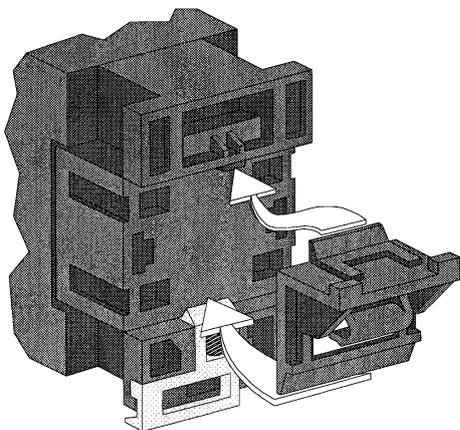

Figure 14 Montage de l'adaptateur pour rail asymétrique sur contacteur FR
- Pour des contacteurs de calibre **D40**, D65 ou D80, le contacteur FR est monté à l'extrémité gauche du rail asymétrique qui supporte le bornier électromécanique du variateur de fréquence. Dans ce cas vous devez monter la pièce d'adaptation livrée avec le kit électromécanique sous le contacteur, comme indiqué Figure 14 ci-dessous :
- 1 Retournez le contacteur et encliquez la pièce d'adaptation comme indiqué sur la Figure 14,